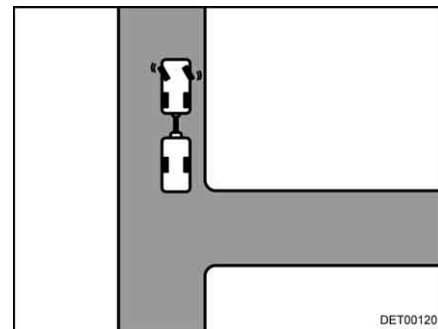

Bild 19 Links einschlagen
- Bei stehendem Gespann nach links einschlagen (Bild 19).